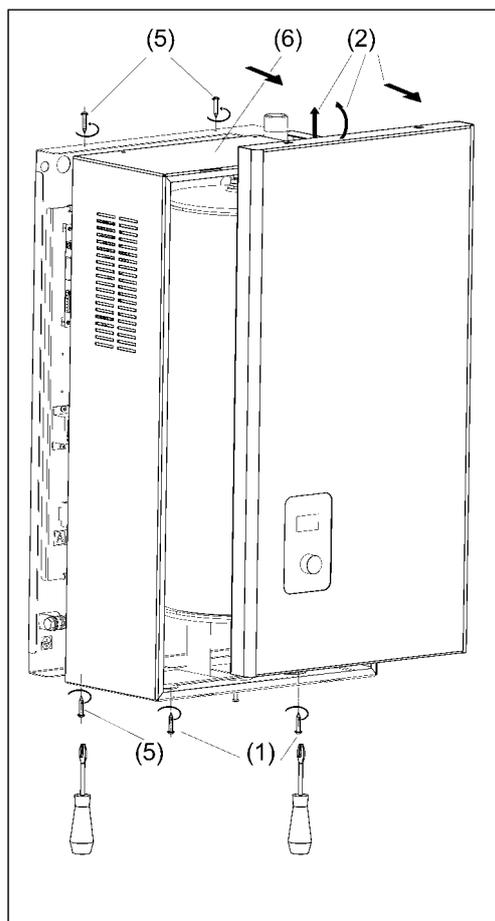

Рисунок 6. Снятие лицевой панели и кожуха
(3) Снимите кожух прибора (см. рис.6).
(4) Выполните установку и фиксацию прибора на вертикальное основание.
(5) Выполните электрическое подключение прибора к сети и электромонтаж других компонентов (контактор, насос, 3-ходовой клапан ГВС, датчики температуры и т.п) согласно **требованиям раздела 6.**
(6) Установите кожух прибора.
(1) Выверните два самореза с нижнего торца панели (см. рис. 6).
(2) Выдвиньте лицевую панель на себя и слегка приподнимите.
(3) Отсоедините шнур коммутационный от блока управления (разъём подсоединён с тыльной стороны).
(4) Уберите панель в сторону в безопасное место
(5) Выверните четыре самореза с нижнего и верхнего торца кожуха (см. рис.6).
(6) Снимите кожух